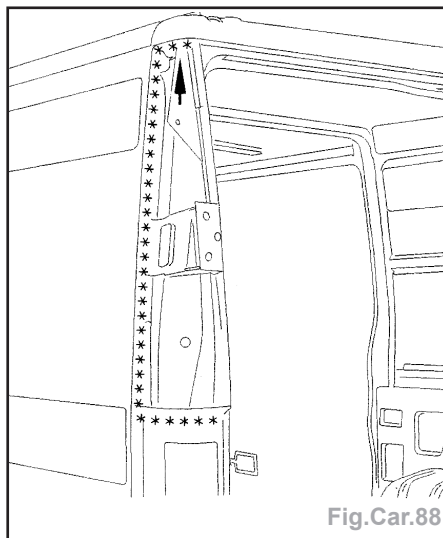

Fig.Car.88
- Dégraffer la ligne de points à l'aide d'une fraise de  $\varnothing 8$  mm (Fig.Car.88).